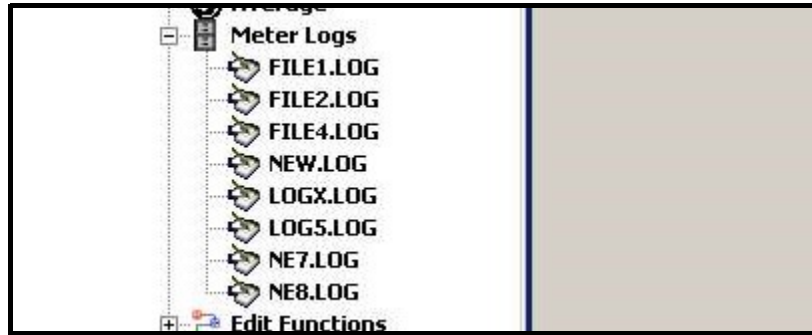

Figura 19: Opción ampliada de registros de medidor
1. Desde el *Navegador de nuevos medidores* en PanaView, expanda el árbol de ruta y haga clic en la opción *Registros de Medidor*. Si ha creado uno o más registros, el árbol será similar a la *Figura 19*.